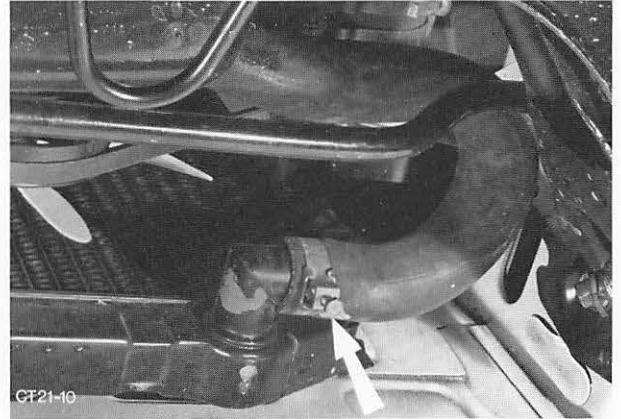

Abb. 267 Kühlerschlauch vom Kühler entfernen
1. Batterie-Massekabel abklemmen. Kühlflüssigkeit in Auffangwanne ablassen, dazu Kühlerschlauch unten vom Kühler, Abb. 267, und oben vom Wasserauslaßstutzen-Motor entfernen.